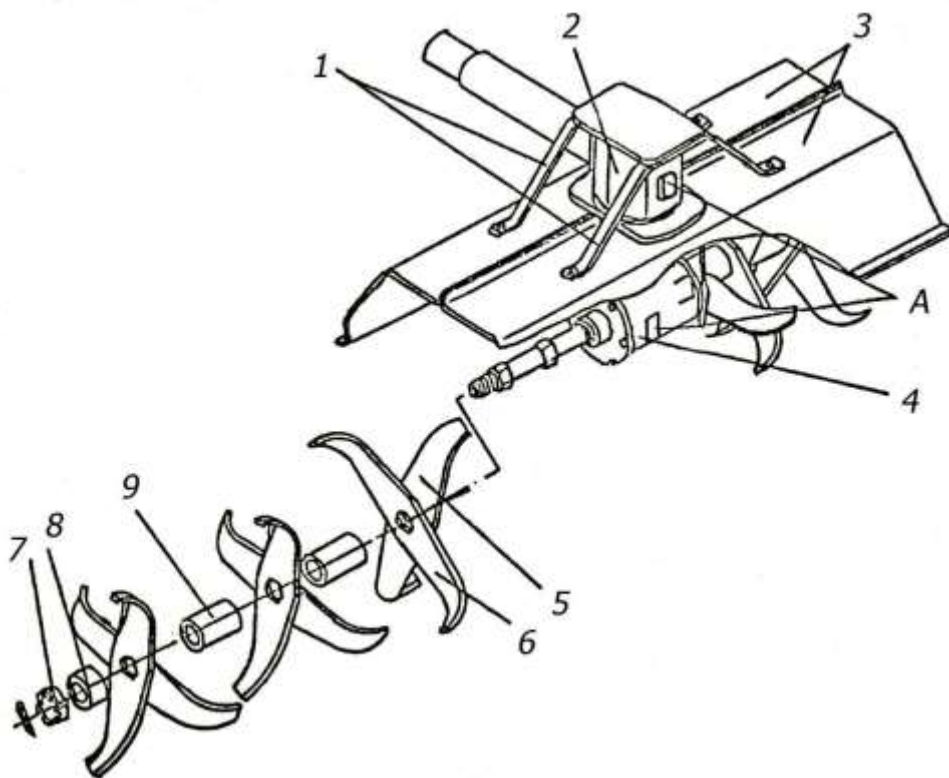

Рисунок 1 – Фреза почвенная
Фреза почвенная (рисунок 1) агрегируется с мотоблоком через вал редуктора 2.
- 1) расшплинтовать и снять гайки 7 (рисунок 1);
Периодически, не менее одного раза в год (перед началом сезонных работ), через лючки А (рисунок 1) смазать зубчатые венцы шестерен редукторов 2 и 4 пресс-солидолом Ж ГОСТ 1033-79.